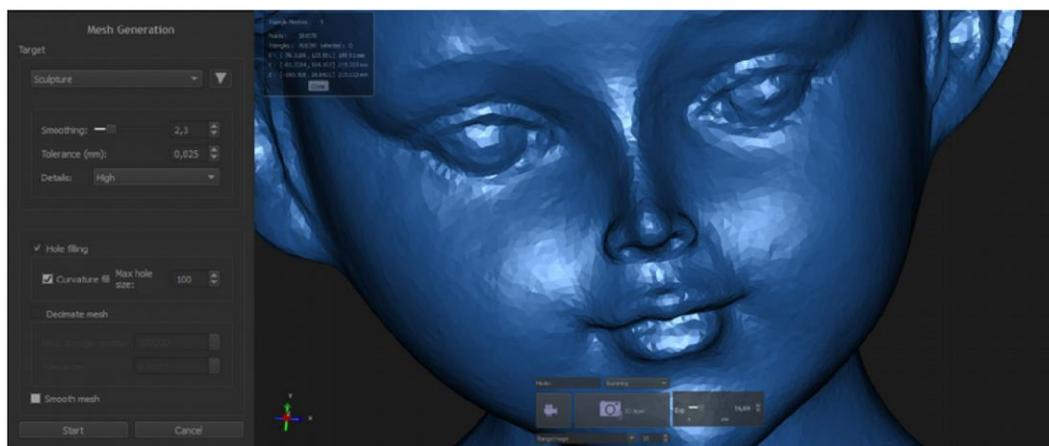

Рисунок 51: Профиль скульптуры на панели построения сетки и соответствующий результат.
*Скульптура* – данный профиль построения сетки имеет допуск 0,025 мм, однако постоянно поддерживается высокая степень проработки деталей. Настройки по умолчанию не применяют автоматического упрощения сетки (см. Рис. 51).